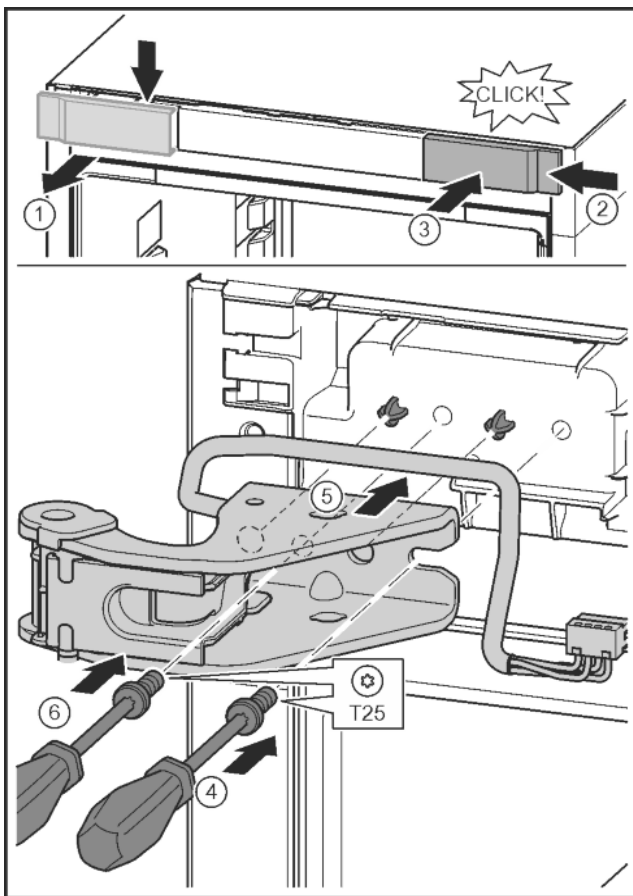

Fig. 31
- ▶ Abdeckung lösen und seitlich abnehmen. Fig. 31 (1)
- ▶ Abdeckung um 180° gedreht auf der anderen Seite von rechts einhängen. Fig. 31 (2)
- ▶ Abdeckung einrasten. Fig. 31 (3)
- ▶ Schraube mit Schraubendreher T25 ansetzen. Fig. 31 (4)
- ▶ Oberen Lagerbock ansetzen. Fig. 31 (5)
- ▶ Schraube festdrehen. Fig. 31 (4)
- ▶ Schraube mit Schraubendreher T25 einsetzen und festdrehen. Fig. 31 (6)